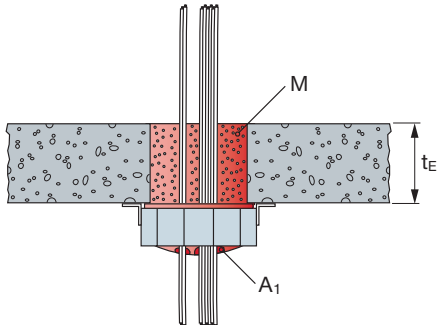

Abb. 7: Brandschutzmörtel CP 633 als Spaltfüllmittel
- Der Ringspalt zwischen den Versorgungsleitungen und dem Deckenrand wird mit Brandschutzmörtel (M) M10 aufgefüllt (CP 633, Abb. 7).